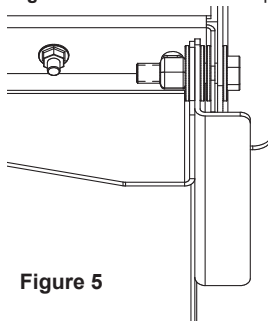

Figure 5
10. Une fois tous les composants de charnière en place, mettre une rondelle de 1/2 po sur la vis de 1/2 po et fixer le contre-écrou en nylon. S'assurer qu'il n'est pas trop serré à l'endroit où il est difficile d'ouvrir la charnière; cela peut aussi entraîner une contrainte trop importante sur les composants de charnière. La **Figure 5** illustre une charnière posée.